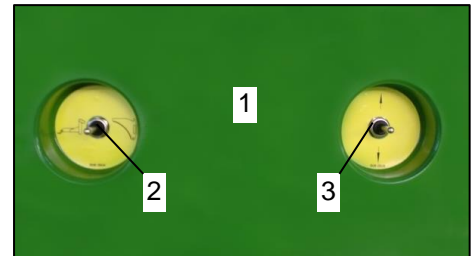

Bild 9: Maschinenseitige Steuerung
Zur einfachen Handhabung ist seitlich am Maschinenrahmen eine Steuerung zur Betätigung der Deichsel (Bild 9) und des Schneidwerks (hierzu siehe Abschnitt „Schneidwerk“) angebracht. Hiermit kann komfortabel die Deichsel angehoben und abgesenkt werden.
- Um den Freiraum unter der Maschine zu vergrößern / die Zugeinrichtung anzuheben, muss wie folgt vorgegangen werden: Den linken Schalter (Bild 9 / Pos. 2) nach links halten (Deichsel) und den rechten Schalter (Pos. 3) solange nach oben ziehen (Pfeil nach oben) bis die Maschine die gewünschte Höhe hat.